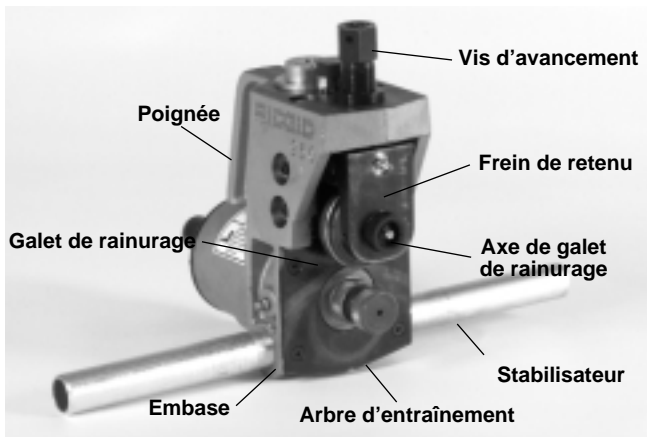

Figure 2 – Rainureuse à galets N° 960
1. Vissez les deux (2) stabilisateurs dans l'embase de la rainureuse (Figure 2).